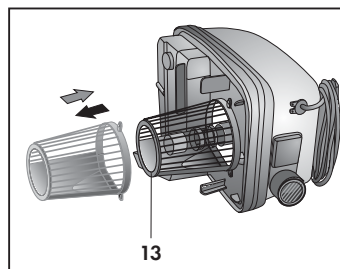

Fig. 19
Chaque fois que vous nettoyez la partie inférieure de l'appareil, n'oubliez pas de nettoyer aussi le filtre (13) en le décrochant et en le lavant à l'eau courante (Fig. 19).